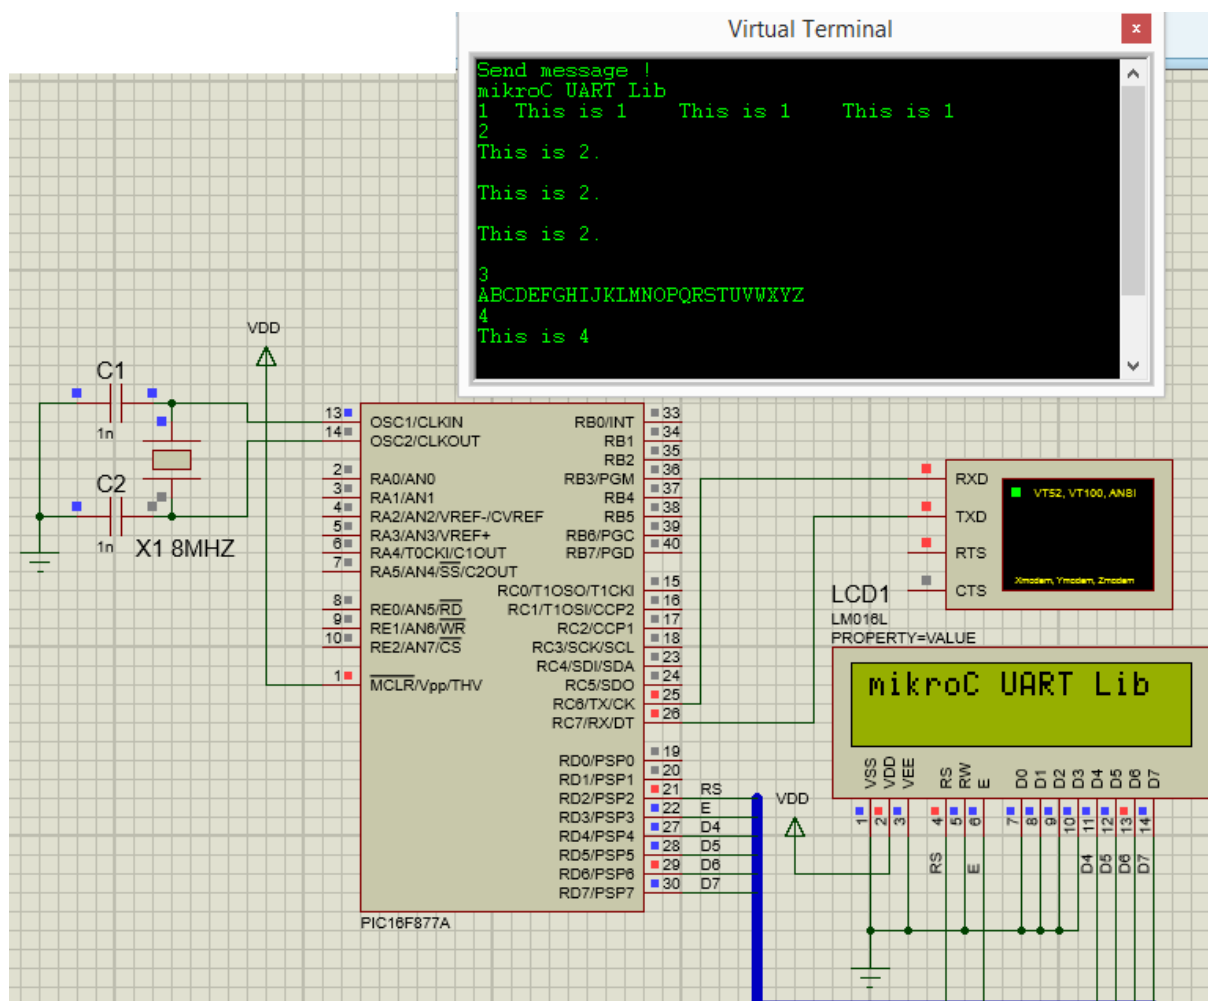

Рис.9.11. Модель интерфейса UART
1. Создать в программе Proteus проект LAB15. Разместить проект в папке PRO-LAB15. Собрать схему модели связи микроконтроллера с виртуальным терминалом по интерфейсу UART (рис.9.11). Регистрация поступающих в микроконтроллер данных отображается на ЖК-дисплее. Виртуальный терминал выполняет функции клавиатуры и экрана вашего компьютера и позволяет посылать и принимать через интерфейс RS232 асинхронные последовательные данные в модели с микроконтроллером PIC16F877A. Это очень удобно в отладке программ, потому, что Вы сразу видите сообщения, которые генерируются Вашей программой.